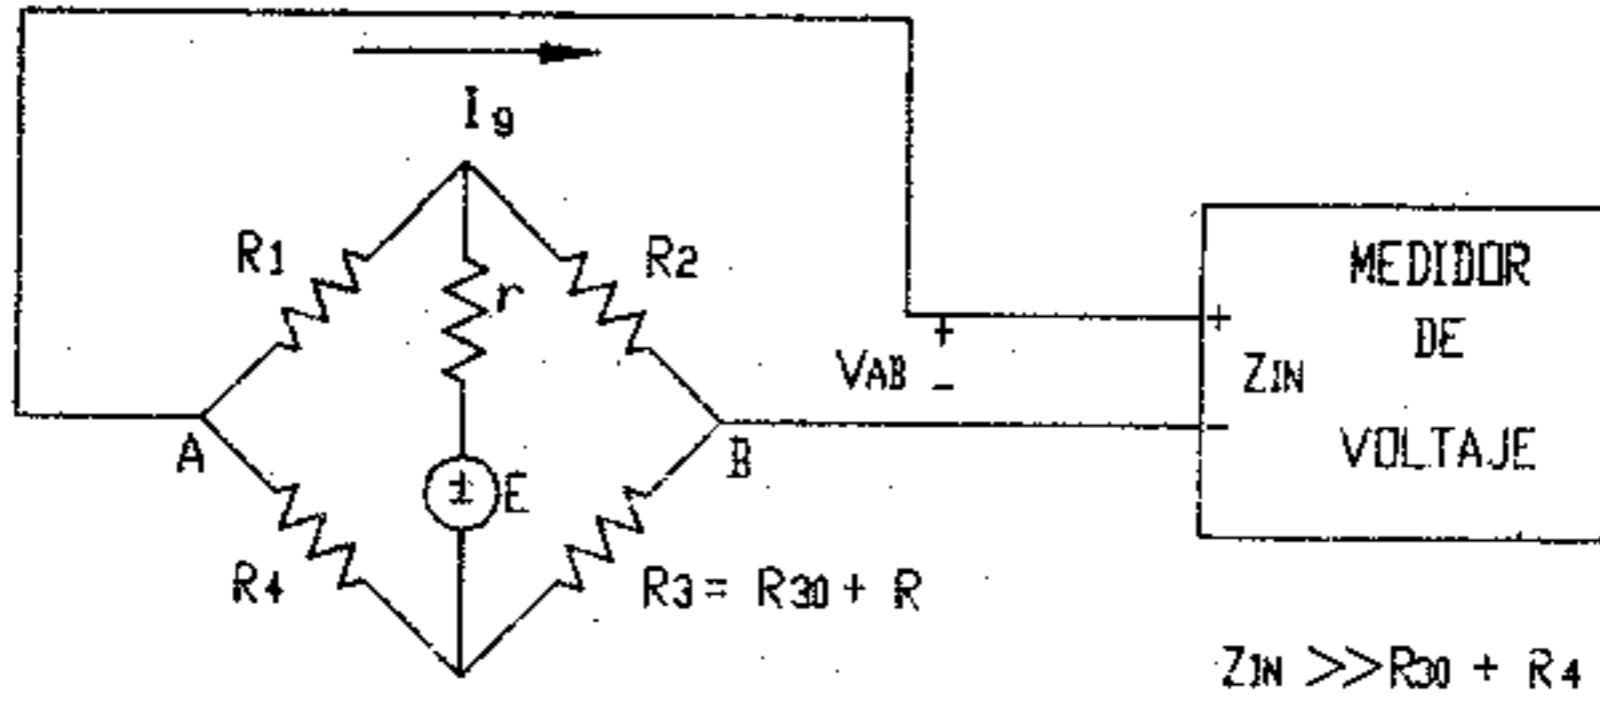

Figura 5
El diagrama de la figura 5 y las ecuaciones (11) y (12) conforman el esquema que se empleará para implementar el transductor de *RESISTENCIA / VOLTAJE* de la práctica.